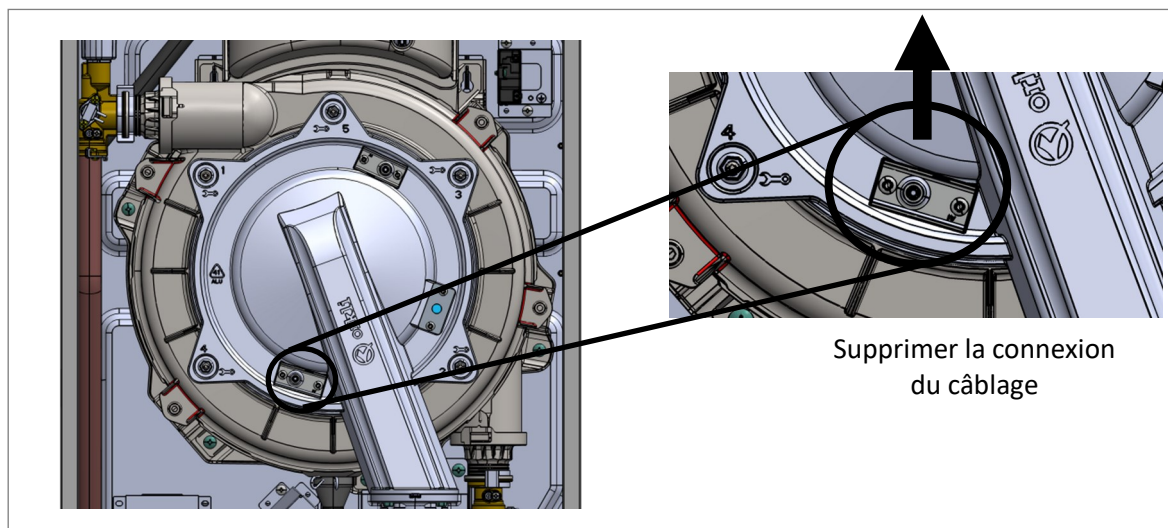

Figure 141
7. S'assurer que les vannes et les tuyaux sont placés comme indiqué en page précédente. Ensuite, actionner la pompe et laisser le produit de nettoyage circuler dans la chaudière pendant au moins une (1) heure à un débit de 4 gallons/minute (15 litres par minute).
8. Appuyer sur la touche CH (chauffage central) pour démarrer le compte à rebours (figure 141).